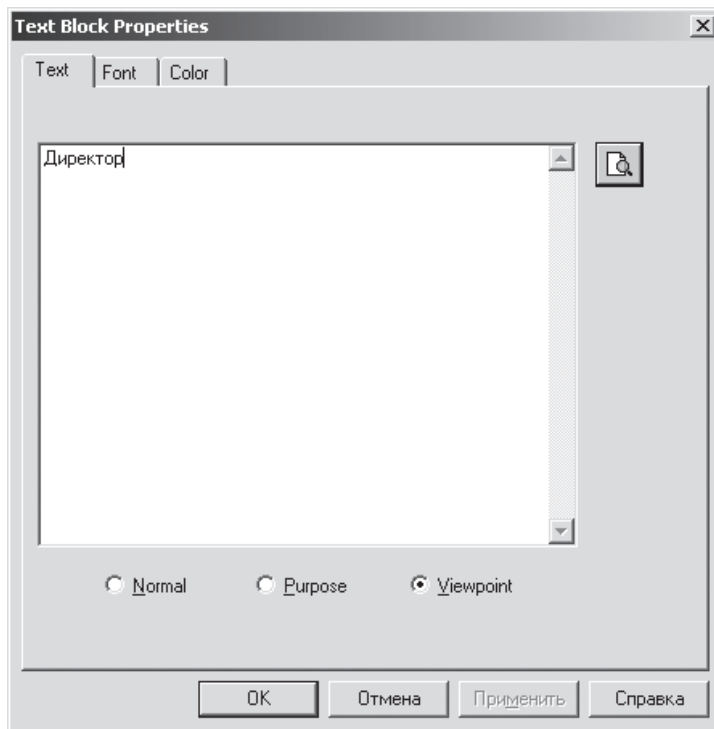

Рис. 1.1. Внесение текста в поле диаграммы с помощью редактора Text Block Editor
18. С помощью кнопки  внесите текст в поле диаграммы — точку зрения и цель (рис. 1.1).